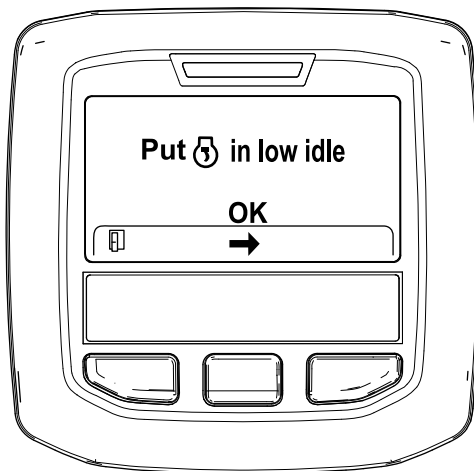

図 35
6. スロットルコントロールを低速アイドル位置にセットして、中央ボタンを押す 図 35。